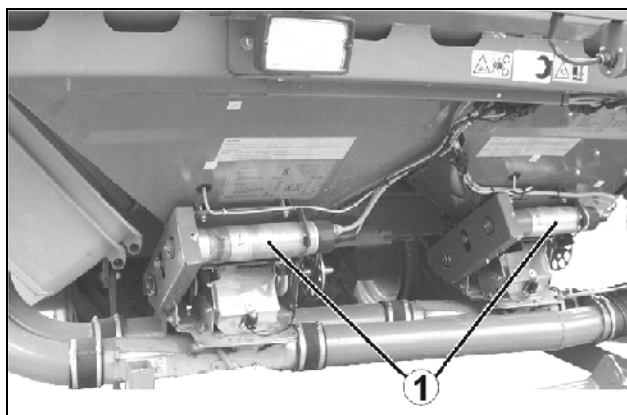

Fig. 77
- dozare completă electrică cu electromotor cu antrenare directă (Fig. 77).